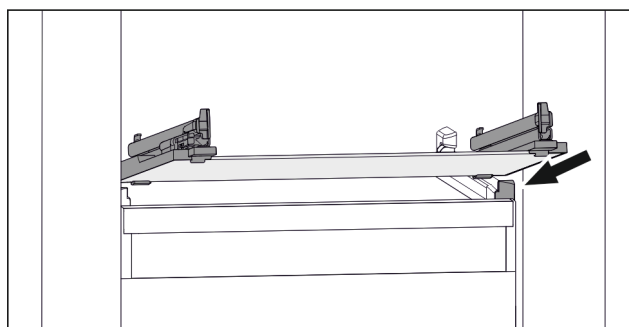

Fig. 130 Lasihyllyn esimerkinomainen kuvaus
- Aseta lasihylly vinosti rajoittimien taakse. (katso Fig. 130)